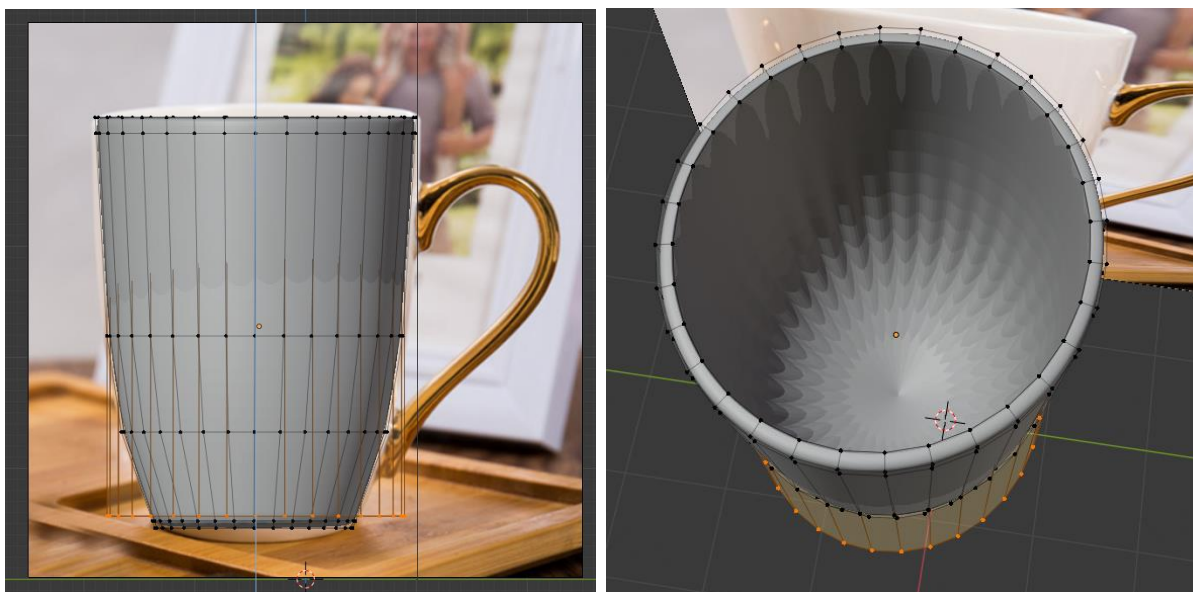

Рисунок 8. Экструдирование внутрь и вид сверху
После этого мы зададим глубину кружки. Воспользуемся операцией экструдирования (E), чтобы вдавить поверхность внутрь (рис. 8).